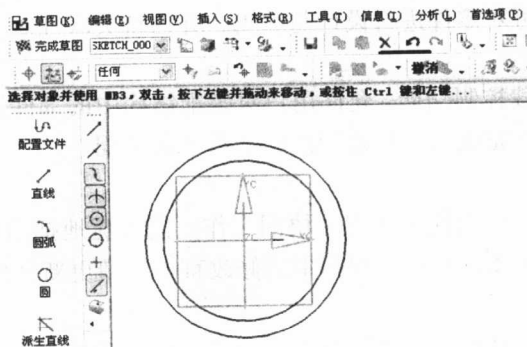

图 1-2 撤消上一步操作
- (1) 在拉伸特征的过程中可以自动隐藏草图,使设计更简洁清晰。
- (2) 在草图模式中增加了 undo 功能,可让用户撤消上一步操作。如图 1-2 所示。